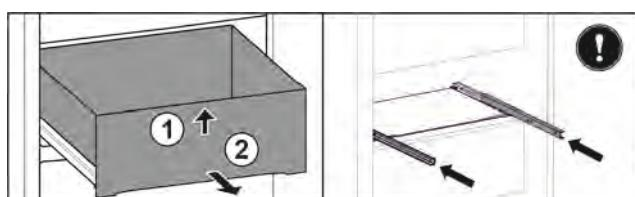

Fig. 36\*
- Поднимите выдвижной ящик спереди Fig. 36 (1).\*
- Извлеките движением вперед Fig. 36 (2).\*